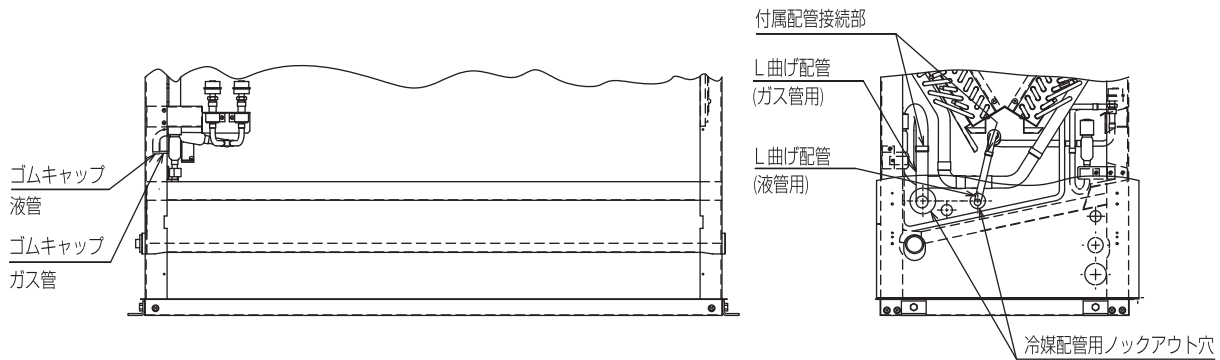

図1
3. 基礎とドレンパン、ドレンパンと室外ユニットをそれぞれ強固に締結してください。[図 1]
- (3) 図1 矢視Aに示すガス管キャップ配管のチャージ管 (×印部) を切断し、配管内に封入されている窒素ガスを抜いてください。(E)P224・(E)P280・P265・P335形のみ)
- (4) 図1 に示すガス管接続部および液管接続部のキャップ配管、もしくはゴムキャップを取外してください。
- (3) 図1に示すガス管接続部および液管接続部のゴムキャップを取外して、配管内に封入されている窒素ガスを抜いてください。